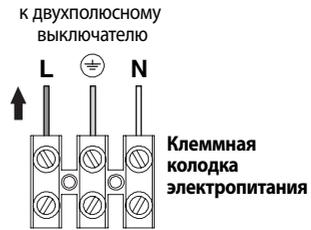

Рис. 5.18
- Подсоедините токопроводящий кабель, идущий от всеполюсного выключателя, к клеммной колодке электрического питания котла (Рис. 5.18), соблюдая соответствие линии (коричневый провод) и нейтрали (голубой провод).